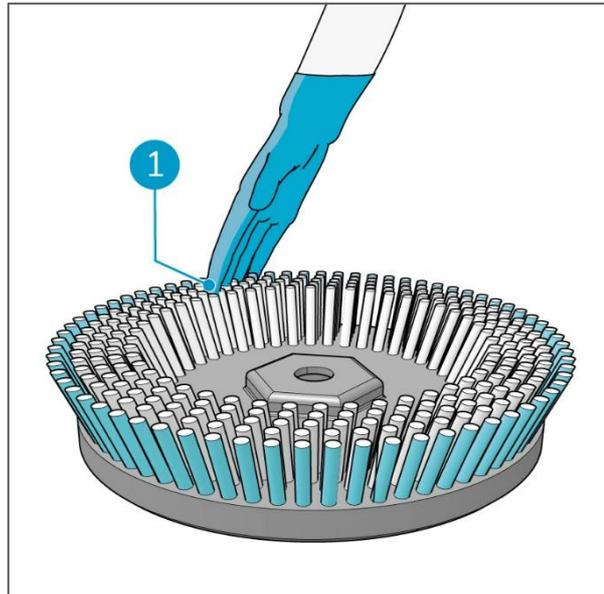

Figure 43
3. Enlevez soigneusement les débris de chaque brosse circulaire à la main (Figure 43, pos. 1).